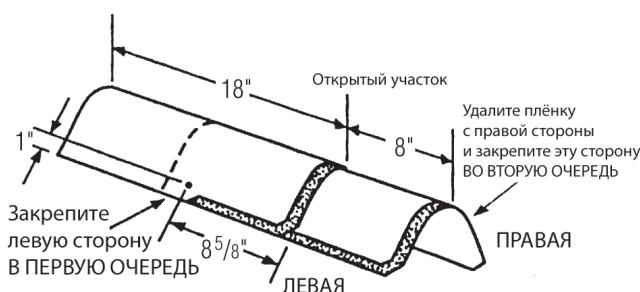

Рис. 16-19. Монтаж гонта Shangle® Ridge на рёбра и коньки.
7. Прибейте каждый покрывающий гонт двумя гвоздями (Рис. 16-19). Длина гвоздей должна составлять не менее 45 мм, чтобы они входили в обрешётку на 19 мм или проходили через неё насекомым образом, чтобы гвоздь с обратной стороны выступал не менее чем на $1/8\text{''}$ 3 мм. Оставляйте вспомогательные гонты на коньке или ребре открытыми на 20,3 см и закрывайте все гвозди.